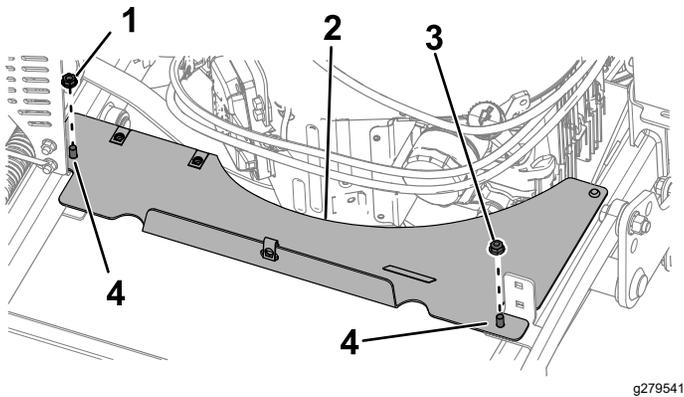

Figura 32
2. proteção da correia pol. (2)
4. Retire a porca sextavada (5/16 pol.) e porca (5/16 pol.) que prendem a extensão da proteção aos parafusos da carroçaria (Figura 32). Retire a extensão da proteção
1. Coloque a extensão da proteção como se mostra na Figura 32. Aperte as porcas com uma força de 20 a 25 N·m.